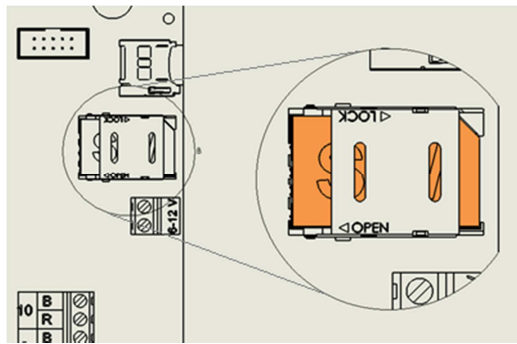

Рисунок 11: Правильно установленная SIM-карта
6. При скольжении крышки корпуса SIM-карты в сторону, указанную стрелкой, помеченной LOCK (Рисунок 11) поддерживайте крышку снизу .